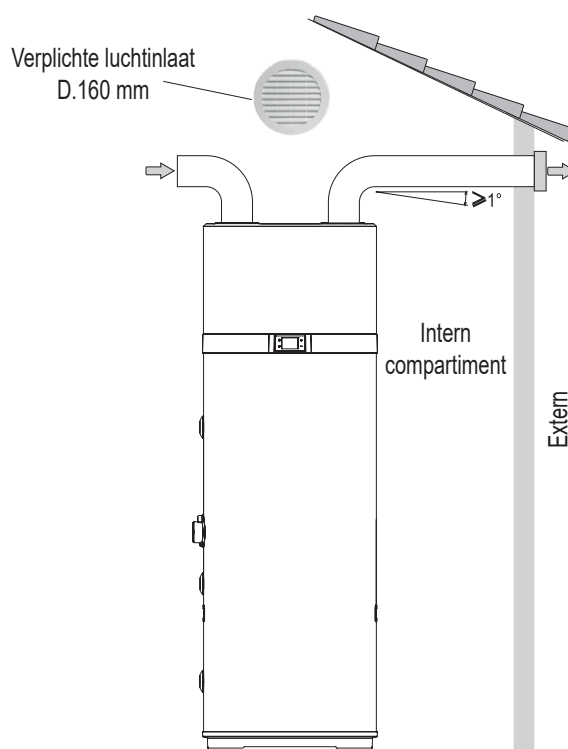

fig. 52 - Voorbeeld van luchtuitlaataansluiting
- Maak een speciaal luchtkanaal aan zoals aangegeven in fig. 52.